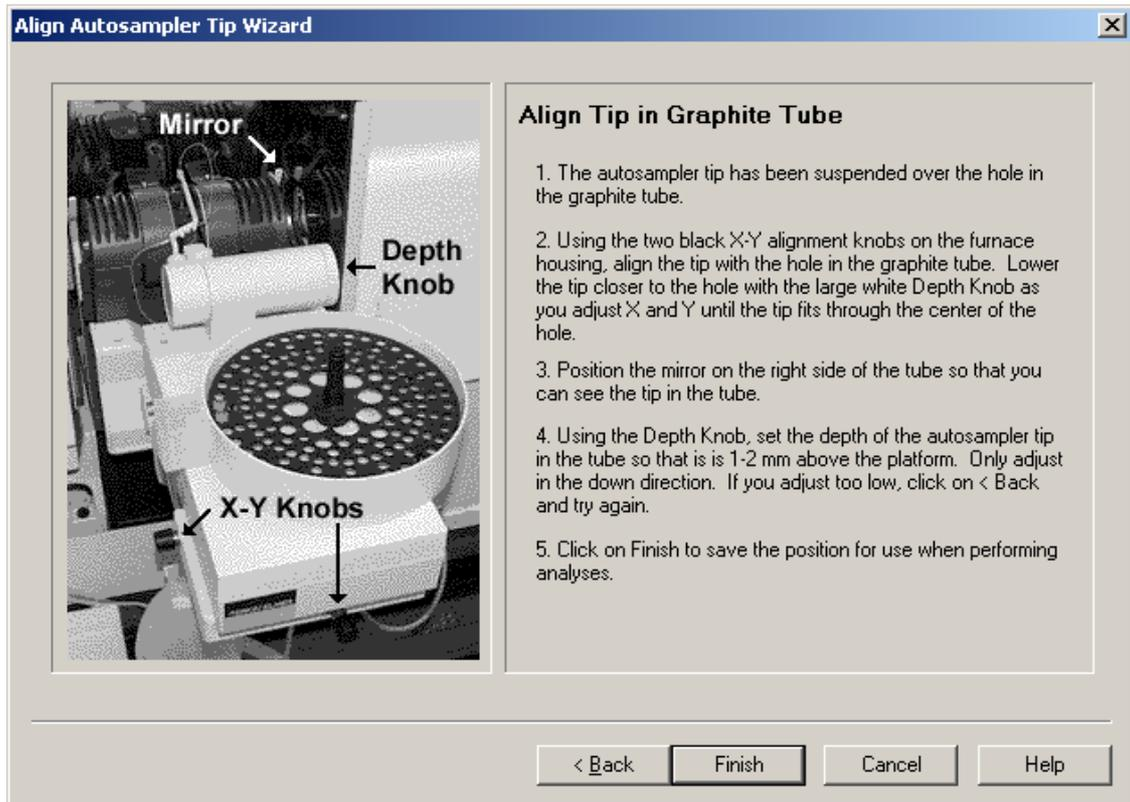

图 43. 自动进样器调节指导
2. 4. 2 根据实际操作的要求选择欲调节的项目,可供选择的项目包括自动进样器头相对于石墨管的位置(前后左右及深度),自动进样器进入到样品杯里的深度和让自动进样器头悬浮在上方,以便在必要时更新自动进样器头,如选择调节自动进样器头相对于石墨管的位置则可点击“Next”,进入到下一画面如图 43:
2.4.3 遵循图 43 中的文字指导,用左边的旋钮调节自动进样器头的左右位置,用前面的旋钮调节自动进样器头的前后位置,用右边的旋钮调节自动进样器的深度,在调节深度前应先将固定在石墨炉右边的观察镜放下,对于石墨炉原子吸收法测定的合适的高度应在平台上方 1-2 毫米.在完成调节后,点击“Finish”;如还需调节或核验其它项目,可点击“Back”,回到图 43 的画面,选择任务,待所有调节完成后,再点击“Finish”,结束自动进样器位置调节操作,同时不要忘记将观察镜从光路上移走.